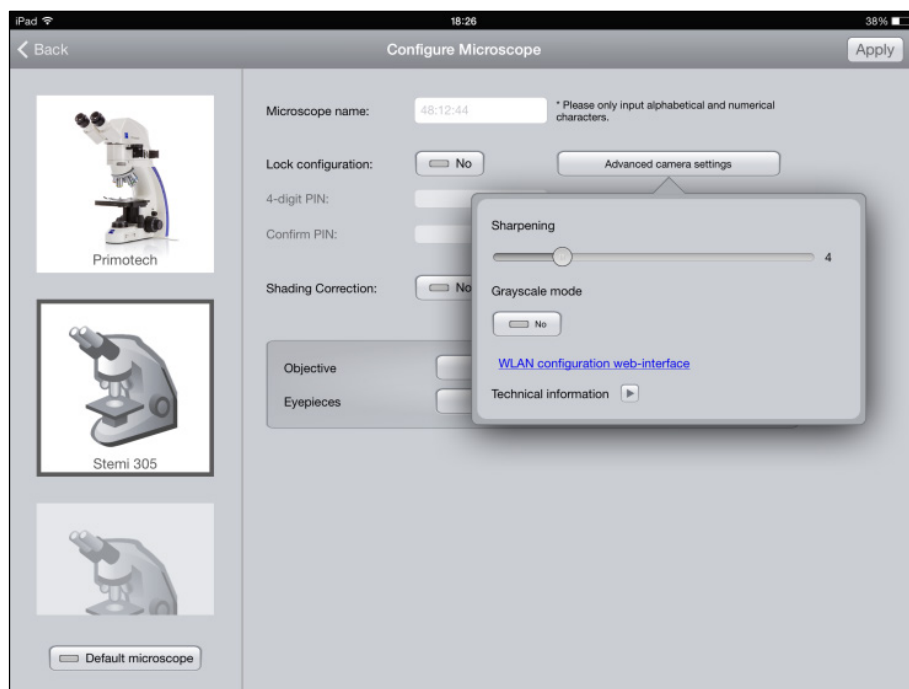

图 8 Stemi 305 cam 的配置页面
- 打开 iPad 上的 Labscope 应用（参见图 8）。